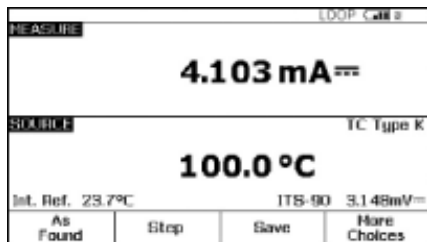

图5.
6. 接着,按DPC上的“SETUP”(设置)按钮。光标开始应位于环路电源上。按“ENTER”(确定),然后按下箭头键,直到DPC光标位于“Enabled”(使能),然后按“ENTER”(确定)。接下来按“Done”(完成)软键(图5)。